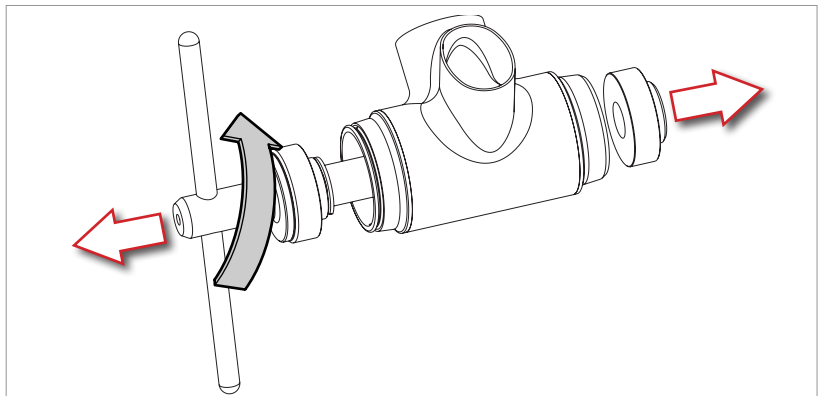

Fig.4
- Gire en sentido antihorario la palanca de la herramienta UT-BB240 hasta desenroscar completamente la guía de la cazoleta izquierda y sucesivamente extraiga el tornillo (Fig. 4).